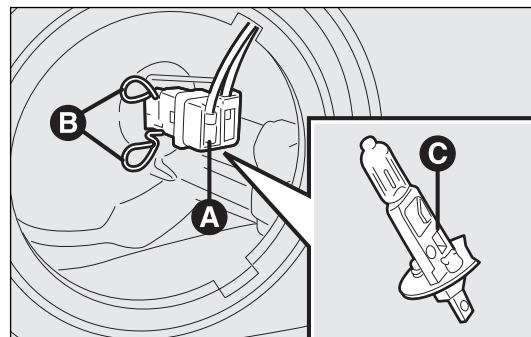

fig. 188
- desconectar el conector eléctrico A-fig. 188;